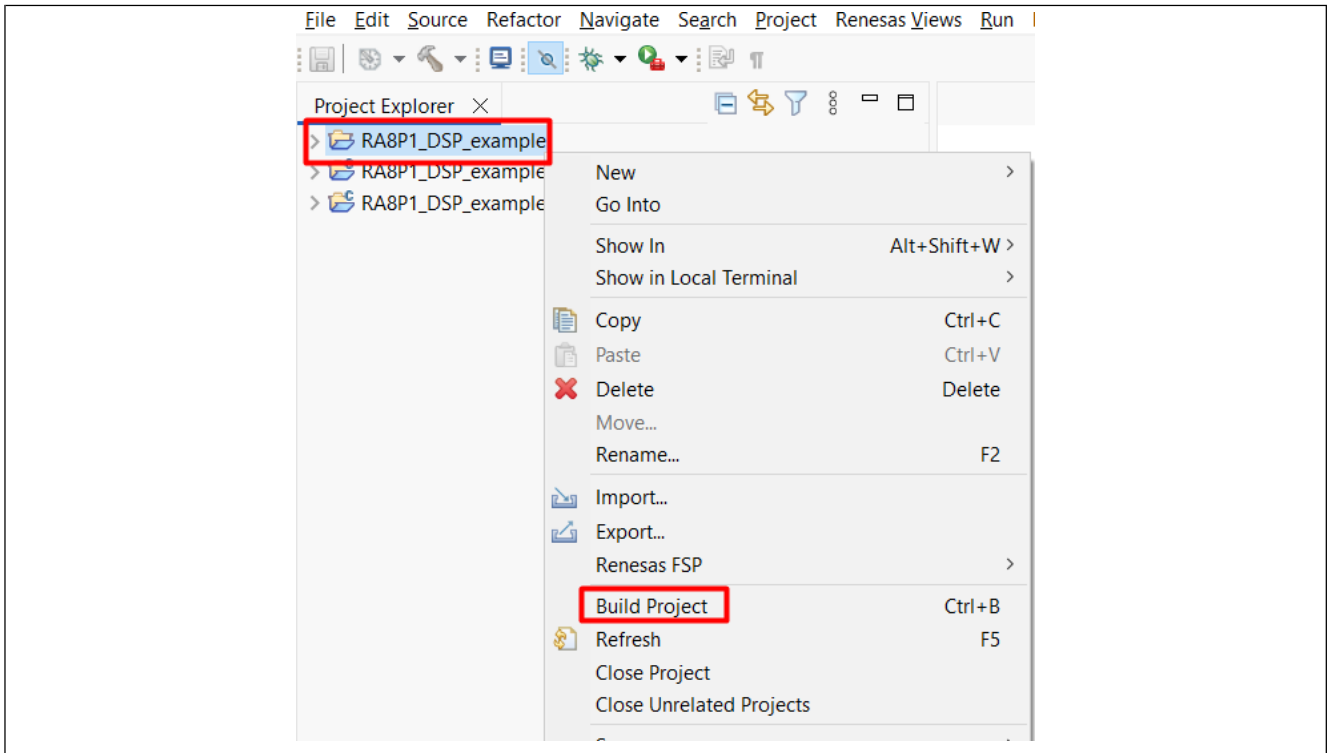

図66. DSPサンプルプロジェクトのビルド
6.2章で説明した手順に従い、CPU0→CPU1の順でプロジェクトを順次ビルドします。または、図66に示すようにソリューションプロジェクトを右クリックし、Build Project(プロジェクトのビルド)を選択することで、含まれるすべてのプロジェクトを一括でビルドすることも可能です。